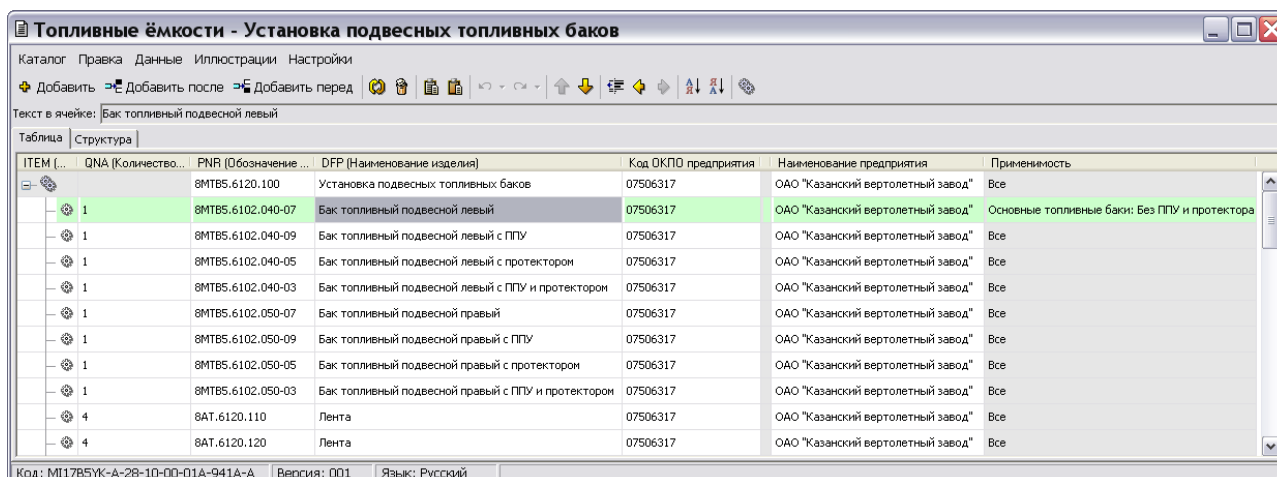

Рис. 105
10. Выделите созданную применимость «Основные топливные баки: без ППУ и протектора» и нажмите на кнопку **Выбрать применимость**. После этого произойдет переход в редактор электронного каталога. Строка с указанной применимостью будет окрашена цветом. В столбце «Применимость» указана созданная применимость (Рис. 105).